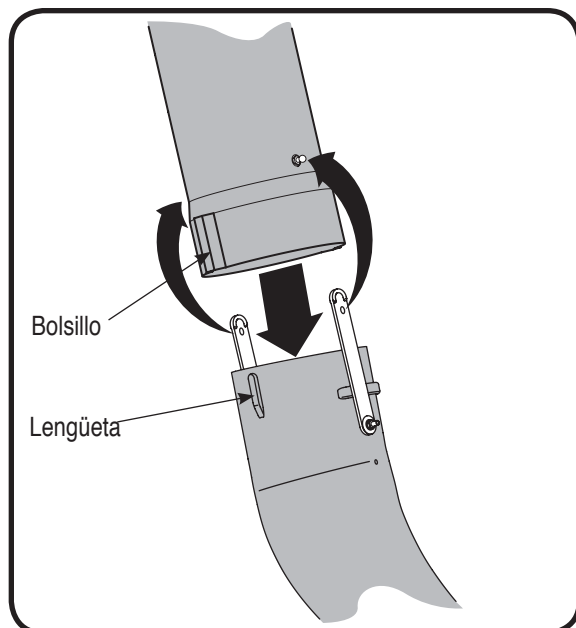

Figura 26
7. Coloque el extremo inferior del tubo del canal por encima del canal de descarga de modo que las lengüetas del tubo de descarga encajen en los bolsillos del tubo del canal. Vea la Figura 26.
8. Ajuste enganchando las dos tiras de retención del canal de descarga en los pasadores del tubo del canal. Vea la Figura 26.